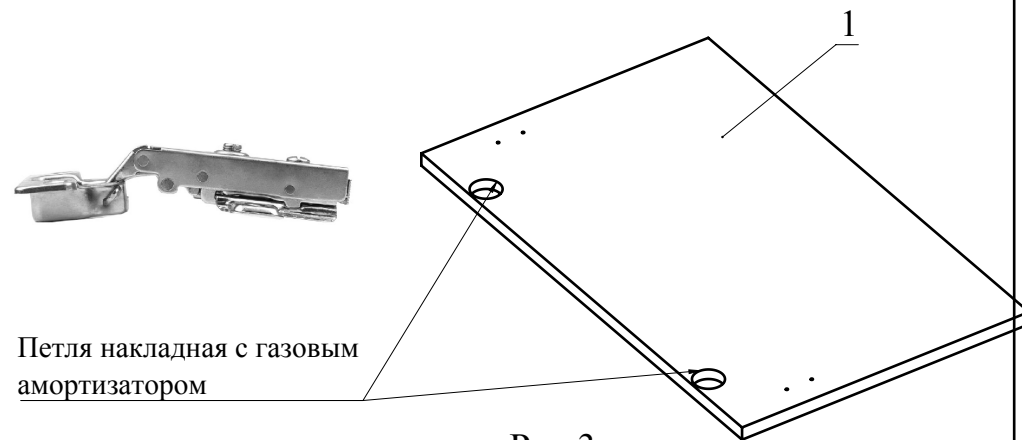

Рис.3
3. При помощи шурупов 3,5x16 закрепите петли накладные на деталь 1 (Рис. 3).